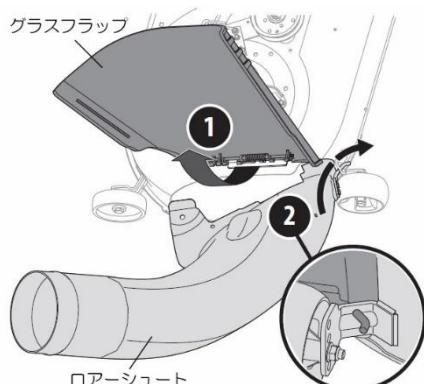

図 17
2. 芝刈機のグラスフラップを上げ、開いた状態 (1) で図 17 に示すように、デッキに設けられた穴にロアーシュートマウントロッドを挿入してロアーシュートを引っ掛けます。